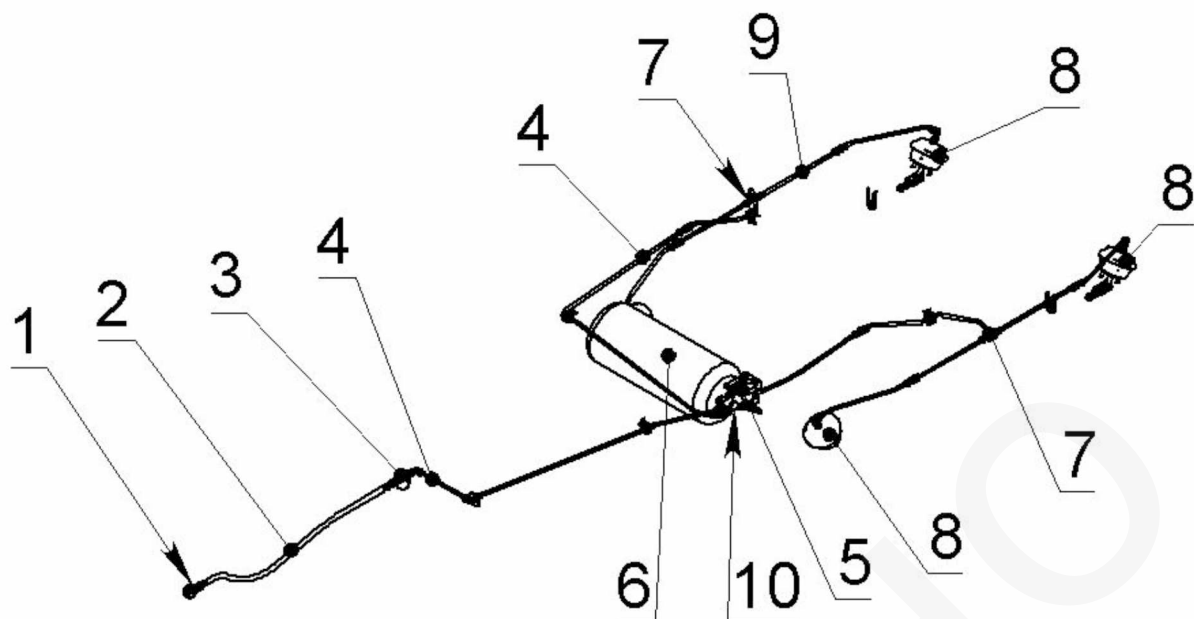

Рисунок 1.4 Тормозная система полуприцепов
2.6 Пневмооборудование предназначено для затормаживания полуприцепа и состоит из рабочего (рисунок 1.4) и стояночного тормоза (рисунок 1.5). Привод рабочего тормоза от пневмосистемы трактора, а стояночного тормоза – ручной, механический. Тормоза колодочные установлены на всех колесах балансирной тележки. Параметры воздуха, применяемого в пневмоприводе тормоза, должны соответствовать требованиям пневмооборудования трактора.